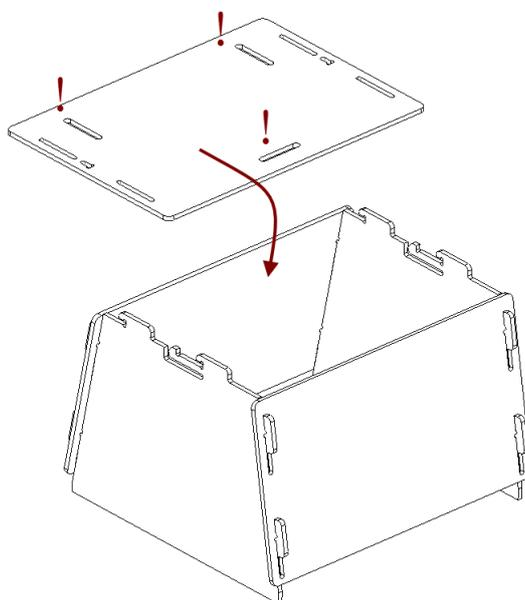

Рис. 12.16: Монтаж крышки
3. Обращая внимание на ориентацию пазов, установите крышку на верхние крючки боковых стенок (см. Рис. 12.16).